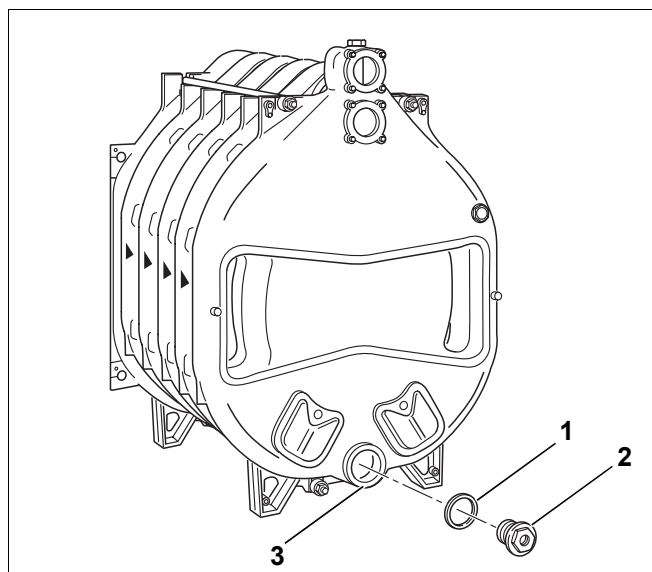

Bild 21 Montage – Flansch
- ▶ Untere Kesselnabe von vorne und hinten (Bild 21, **Pos. 3**) verschließen. Dazu entsprechende Dichtung (Bild 21, **Pos. 1**) auf die jeweilige Kesselnabe legen und den entsprechenden Verschlussstopfen eindichten.
- Der Verschlussstopfen mit der $\frac{3}{4}$ " Gewindebohrung für den Füll- und Entleeranschluss (Bild 21, **Pos. 2**) ist auf der Kesselnrückseite zu montieren.